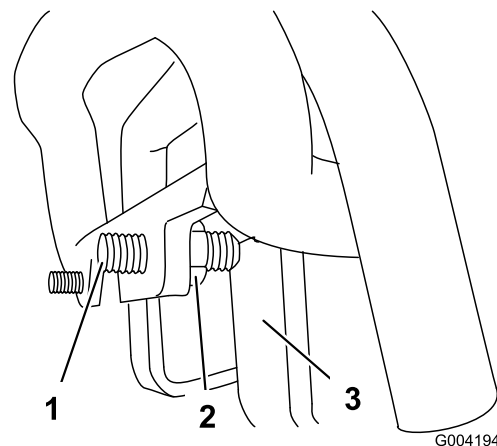

Bild 54
3. Falls die Maschine nach **links** zieht, lockern Sie die **rechte** Klemmmutter und stellen Sie die Spurweiten-Stellschraube vorne am Fahrtrieb ein (Bild 54).
4. Falls die Maschine nach **rechts** zieht, lockern Sie die **linke** Klemmmutter und stellen Sie die Spurweiten-Stellschraube vorne am Fahrtrieb ein (Bild 54).